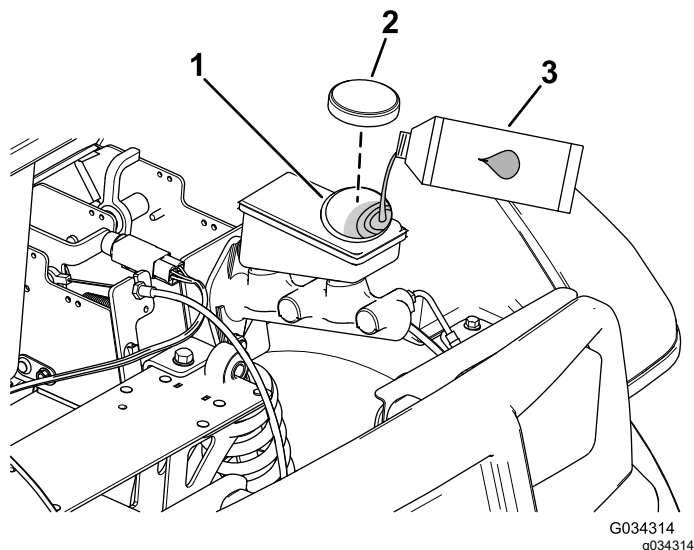

Figure 52
2. Soulevez le capot pour accéder au maître-cylindre de frein et au réservoir (Figure 52).
- A. Nettoyez la surface autour du bouchon du réservoir et enlevez le bouchon (Figure 52).
- C. Remettez le bouchon du réservoir (Figure 52).